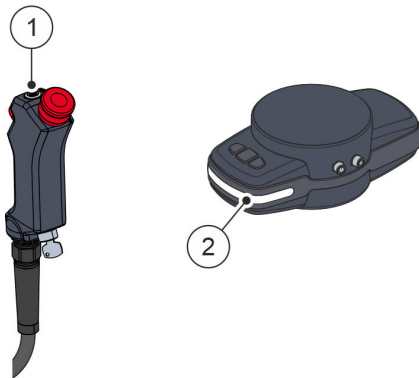

Abb. 57 Roboter einschalten
29. EIN-/AUS-Taster **Abb. 57/①** am Handcontroller etwa eine Sekunde lang betätigen, um den Roboter einzuschalten.
- ▶ ▪ Der äußere Ring des EIN-/AUS-Tasters leuchtet **grün** **Abb. 57/①**.
- Die Status-LED am Medienflansch blinkt zunächst **weiß** und leuchtet nach Abschluss des Bootvorgangs **weiß** **Abb. 57/②**.